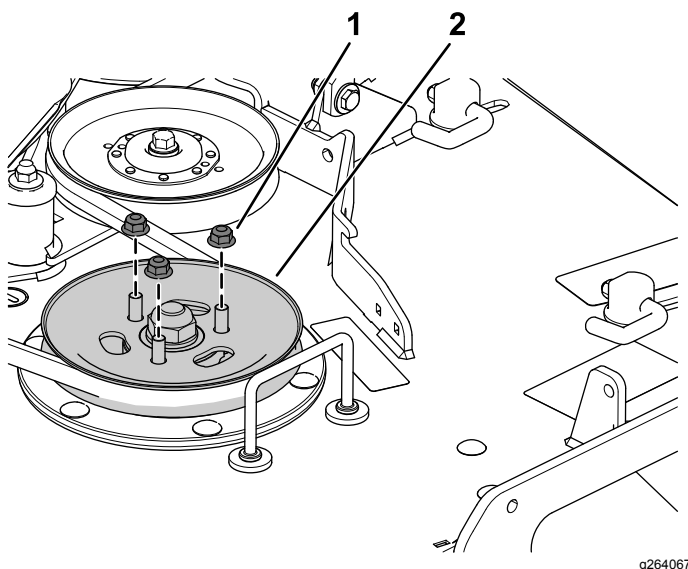

Figura 4
1. Retire las tuercas con arandela prensada de la polea existente de la carcasa de corte (Figura 4).